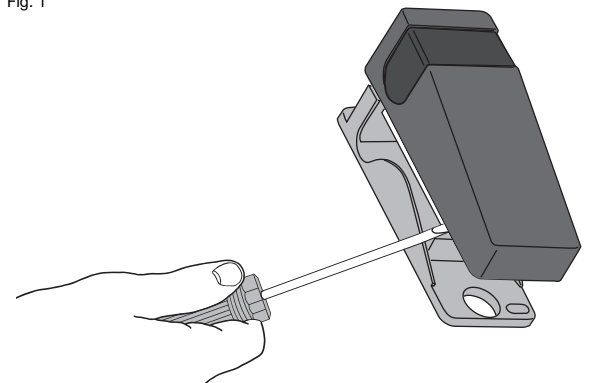

Fig. 2
- 3) Realice el cableado como se muestra en la imagen 2.